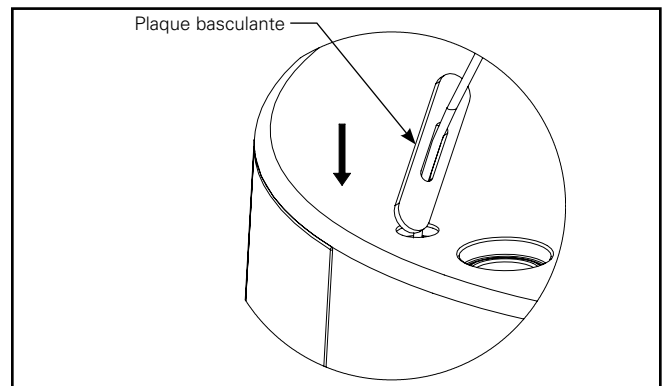

Figure 3.2.
- B. Maintenez le côté de la longueur de la plaque basculante de façon perpendiculaire à la surface supérieure du concentrateur et insérez-la dans le trou (figure 3.2).